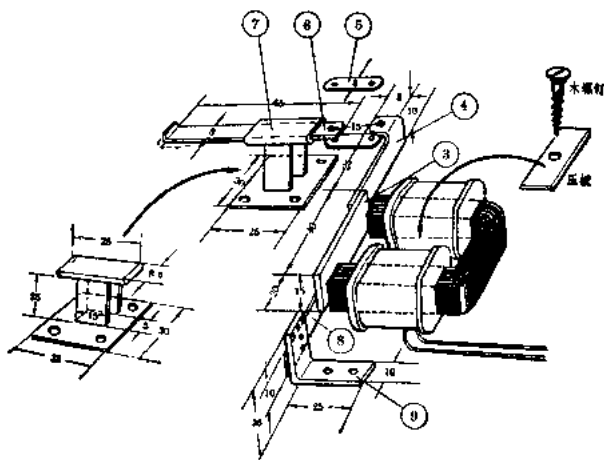
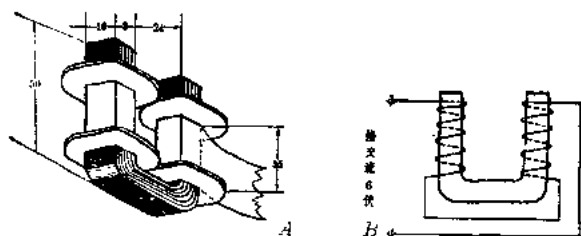

图 5-9
图 5-10
机械计数器的制作见图 5-9,各个零件的尺寸在图中都标上了,可按照尺寸制作。支架⑨可以用厚度为 1 毫米的铁片或铜片做成。弹簧片⑧可用弹性铜片或弹簧钢片制作,厚度不要超过 0.3 毫米,因为太厚的弹性铜片或钢片太硬,会使电磁铁通电后吸不上衔铁的。带耳铁片④和拉片⑤可利用罐头上
电磁铁的制作见图5-10。先用薄铁皮剪成宽10毫米的长条,迭到8毫米厚,按图5-10A的尺寸弯成马蹄形,用焊锡把它们焊在一起。再按图中的尺寸,象制作继电器线圈框架的方法那样制作电磁铁的两个绕线框架。框架的四片挡板用厚1毫米左右的胶纸板制成,在两个挡板之间要包上牛皮纸,使绕上去的漆包线不会同框架短路。用直径0.1~0.13毫米的漆包线按照图5-10B的方向绕满两个框架,这样电磁铁便做成了。注意绕线的方向(或两个线圈的接线)不要弄错了,否则,电磁铁是会产生吸力的。把电磁铁用一块厚2毫米的胶纸板(见图5-9)和一个长的木螺钉压在底座木板上(见图5-9),再把电磁铁的两根电线焊在焊片上,这样电磁铁就装好了。这种电磁铁可用交流6~12伏来供电。